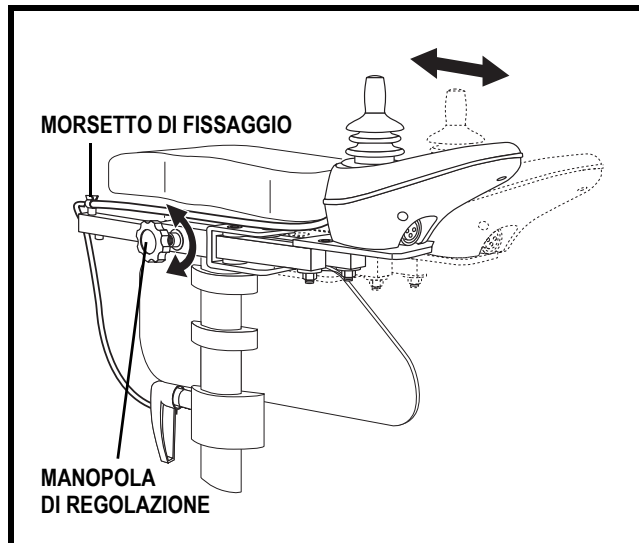

Figura 19. Posizione della centralina
1. Allentare la manopola di regolazione sul bracciolo. Vedere figura 19.